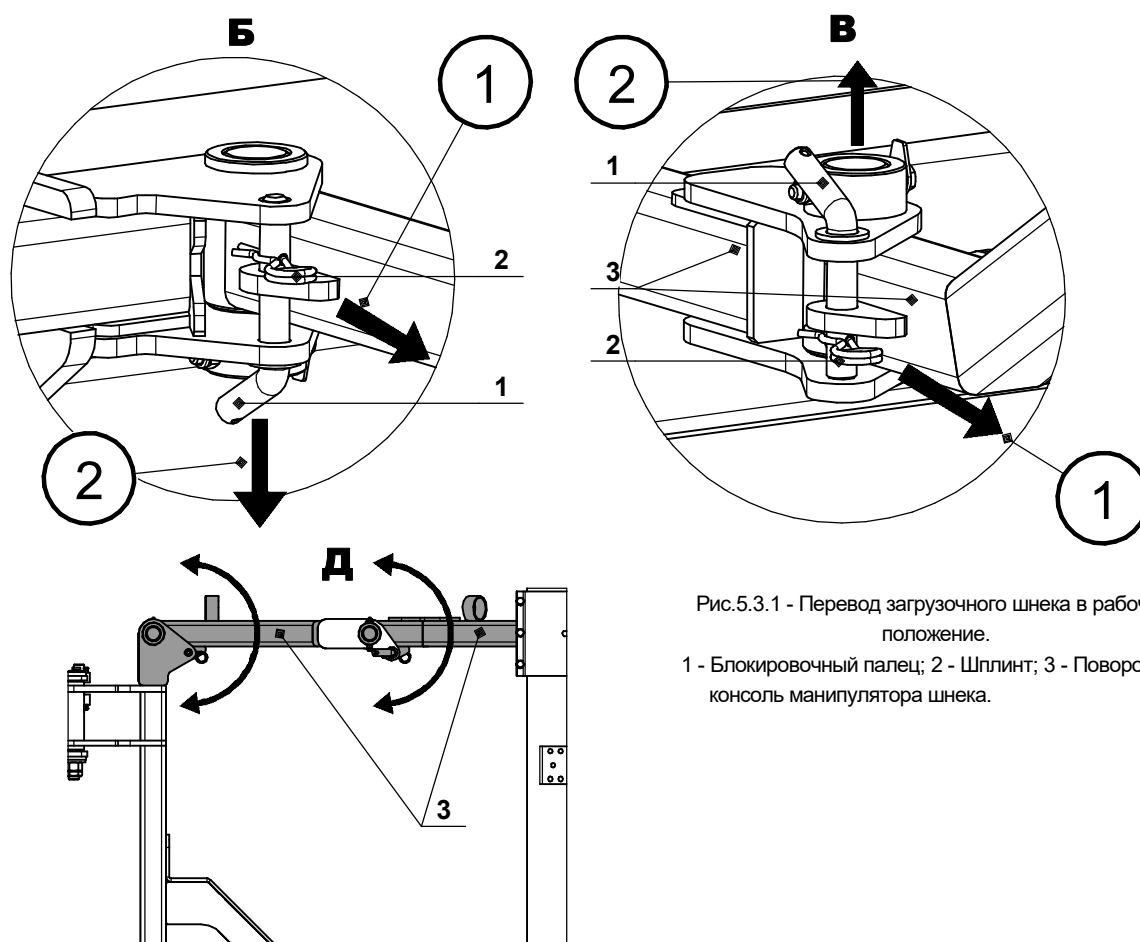
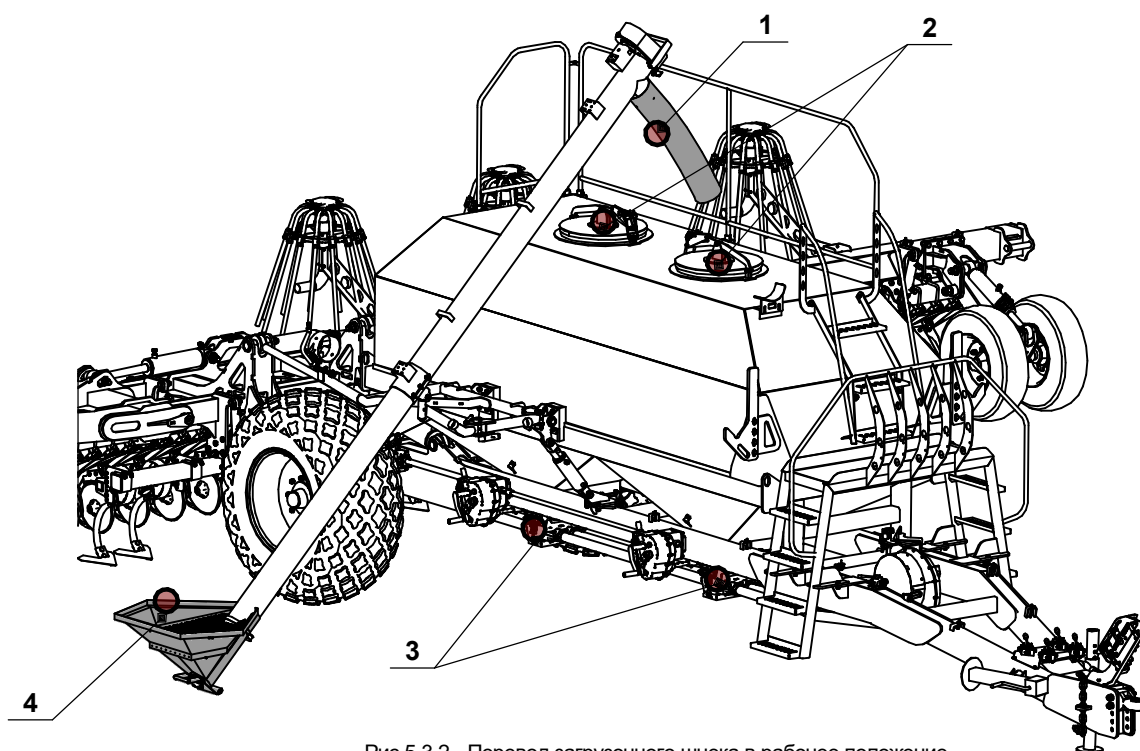
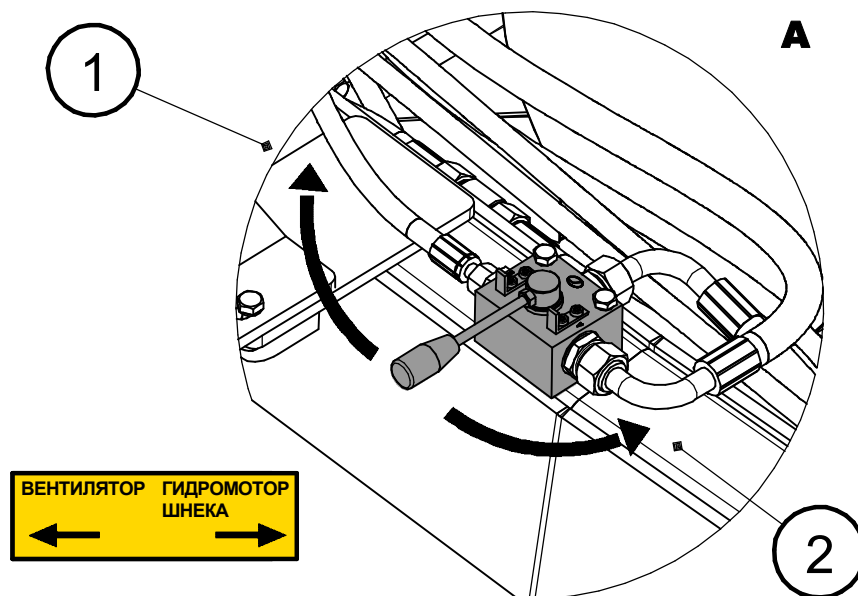

Рис.5.3.1 - Перевод загрузочного шнека в рабочее положение.
Рис.5.3.2 - Перевод загрузочного шнека в рабочее положение.
Рис.5.3.3 - Установка гидравлических кранов.
**7.5.** Опускаем заднюю часть шнека на землю (приёмную корзину) **поз.4** рис.5.3.2.
**7.6** Уберите блокировочный палец **поз.1** рис.5.3.1 вид В и Б для расфиксации поворотной консоли манипулятора шнека **поз.3** рис.5.3.1 вид Б,В,Д.
**7.7** Устанавливаем при помощи поворотной консоли манипулятора шнека **поз.3** рис.5.3.1 вид Б,В,Д в нужное положение шнек и направляем загрузочную гофру **поз.1** рис.5.3.2 в люк бункера **поз.2** рис.5.3.2 либо под дозаторы пневматического бункера **поз.3** рис.5.3.2 приёмную корзину **поз.4** рис.5.3.2 для освобождения бункера от остатков сеянного материала и удобрений.
**7.8** Переводим трехпозиционный кран в режим загрузки бункера (рис.5.3.3 вид А положение 2), включаем в тракторе гидромотор привода вентилятора.
**8.** Закрываем плотно загрузочные люки **поз.2** рис.5.3.2 и переводим кран в положение 1 рис.5.3.3 вид А в режим работы вентилятора, посевной комплекс готов к дальнейшей работе.
**ВНИМАНИЕ!** При загрузке семян, склонных к травмированию, необходимо уменьшать частоту вращения загрузочного шнека, регулируя поток масла в тракторе, максимально загружать приёмную корзину шнека **поз.4** рис.5.3.2
**ВНИМАНИЕ! ЗАПРЕЩЕНО** переводить кран **положение 1** рис.5.3.3 вид А, в режим работы вентилятора, при открытых загрузочных люках пневматического бункера **поз.2** рис.5.3.2, это может привести к серьезным травмам, отравлению и принести вред экологии.